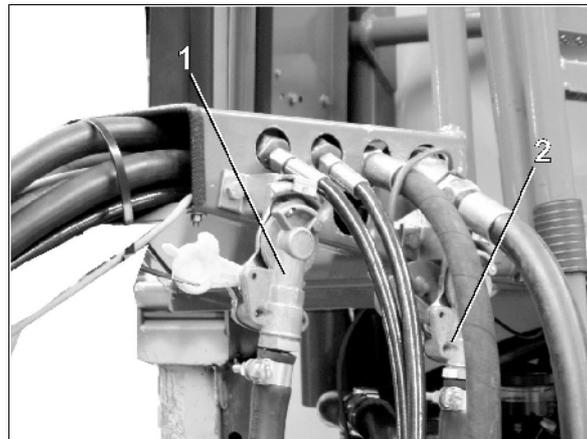

Fig. 29
1. Enlevez la tête d'accouplement de la conduite de freinage (jaune) (Fig. 29/1) de l'accouplement libre.
4. Fixez correctement la tête d'accouplement de la conduite de freinage (jaune) (Fig. 29/1) dans l'accouplement du tracteur marqué en jaune.
5. Enlever la tête d'accouplement de la conduite de réserve (rouge) (Fig. 29/2) de l'accouplement libre.
8. Fixez correctement la tête d'accouplement de la conduite de réserve (rouge) (Fig. 29/2) dans l'accouplement du tracteur marqué en rouge.